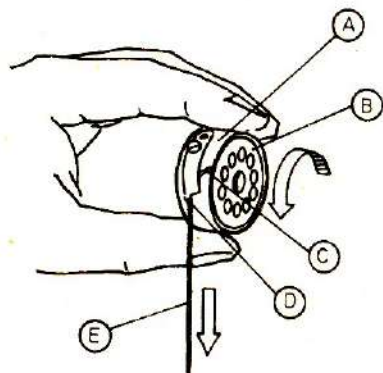

Fig.14
(1) 把梭心(B)裝入梭心套(A)。
(2) 把綫(E)嵌入梭心套開口槽(C)，經過梭皮簧(D)頂端叉口中間，拉出的綫頭長約100毫米左右的梭綫以作備用。
6. To insert the bobbin (Fig 14)